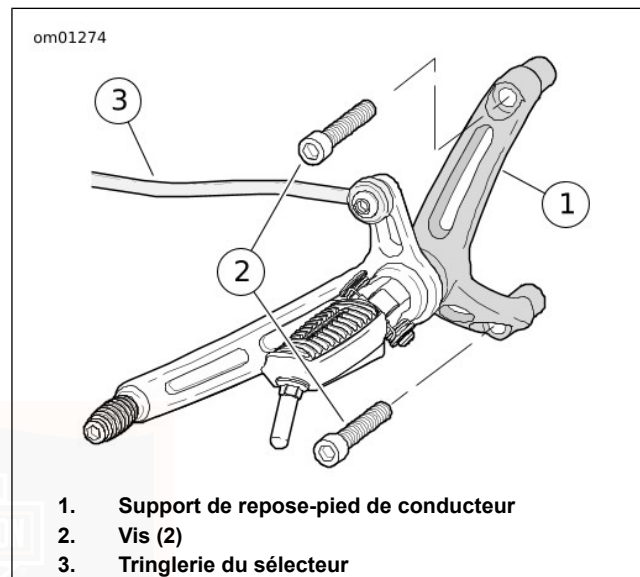

Figure 39. Ensemble de repose-pied de conducteur (côté gauche) : Modèle XR 1200
5. Voir Figure 39. Pour le modèle XR 1200, déposer les vis et détacher le support de repose-pied de conducteur du côté gauche du véhicule. Avec la tringlerie du sélecteur toujours attachée, abaisser l'ensemble du repose-pied afin d'accéder aux vis du couvercle d'inspection d'embrayage.
9. Voir Figure 39. Pour le modèle XR 1200, déposer les vis et détacher le support de repose-pied de conducteur du côté gauche du véhicule. Avec la tringlerie du sélecteur toujours attachée, abaisser l'ensemble du repose-pied afin d'accéder aux vis du couvercle d'inspection d'embrayage.